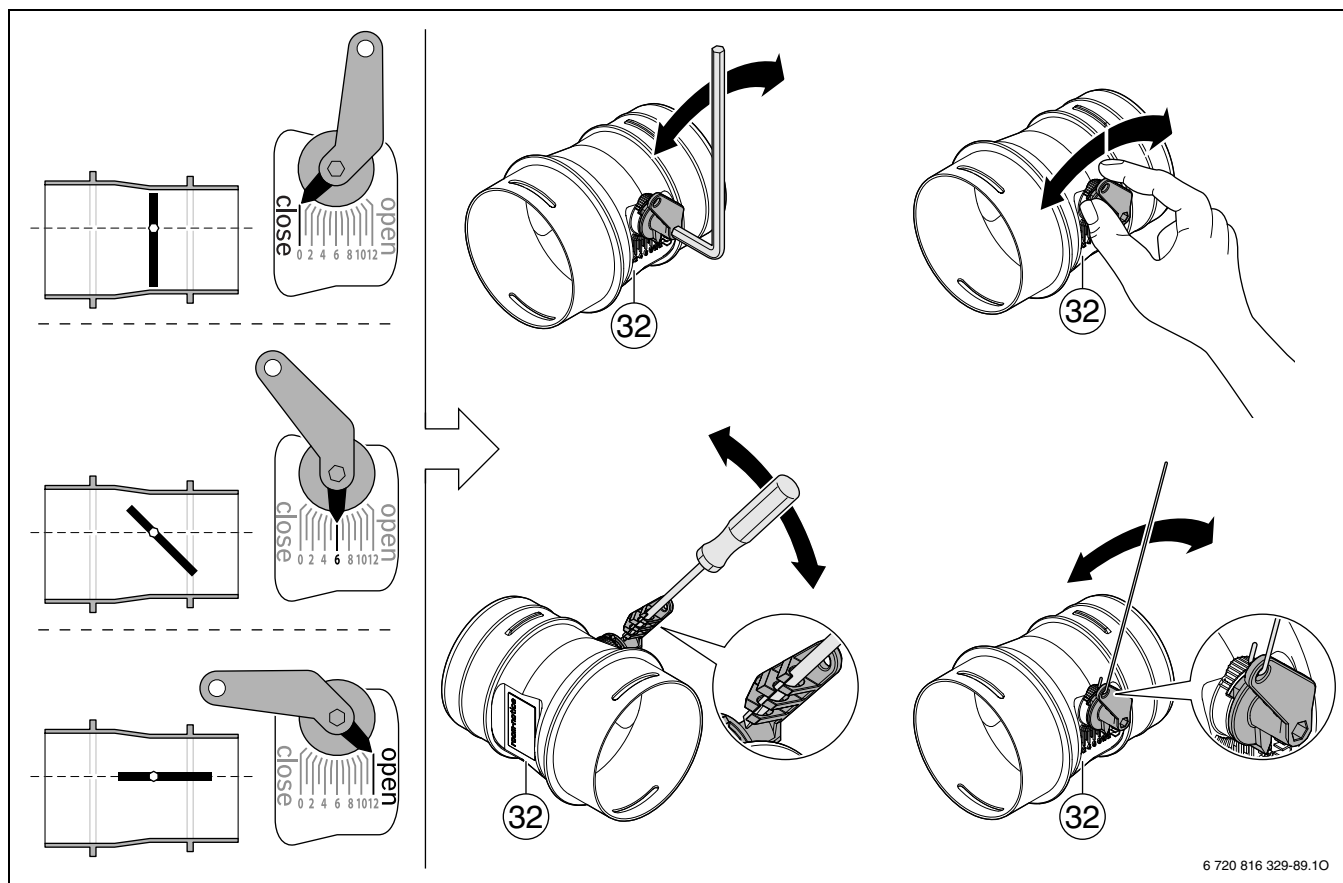

Bild 127 VKD-E einstellen
- Vielfältige Möglichkeit der Einstellungen (→ Bild 127, Seite 76)
- Arretieren während des Einstellungsprozesses möglich (→ Bild 127, Seite 76)
[1 ... 12] Einstell Stufen (→ Bild 127, Seite 76)